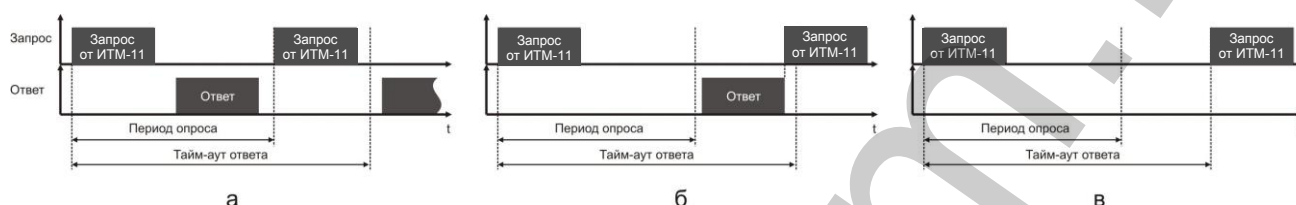

Рисунок 7.3- Временные диаграммы приема-передачи данных ИМТ-11(В) в режиме MASTER
- В **параметрах 05, 06** задаются период опроса и тайм-аут ответа соответственно. Период опроса задается в пределах 10-10000мс. При нормальной работе за время этого периода прибор должен успеть передать запрос и принять ответ (рис.7.3.а). По истечении времени периода идет следующий запрос. Таким образом, каждый период ИТМ-11(В) будет получать данные от запрашиваемого индикатора. Если же за время периода опроса ответ не приходит, посылка следующего запроса ожидается до истечения времени тайм-аута ответа. Если ответ придет до окончания тайм-аута, то сразу после его получения будет отправлен следующий запрос (рис.7.3.б). Если ответа не будет до окончания тайм-аута, тогда будет следующий запрос (7.3.в), и при этом светодиод ИНТ будет гореть до момента получения ответа. После пяти тайм-аутов с неполученным ответом на дисплее будет выведено сообщение об ошибке: